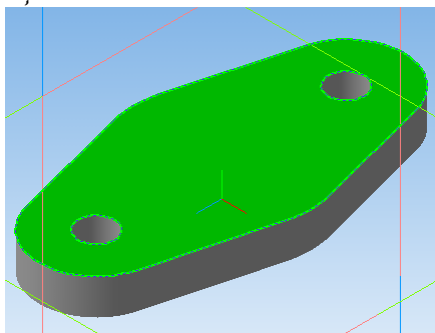

Рис. 22. Выделите плоскость, в которой будет создан эскиз
1. Выделите верхнюю грань основания (рис. 22) и щелкните по кнопке  (Эскиз), расположенной на панели *Текущего состояния*.